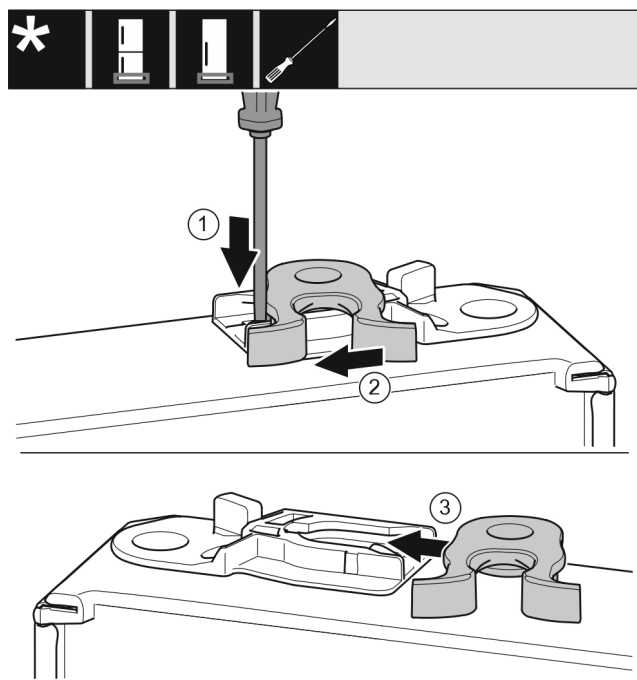

Fig. 23 \*
- Presione hacia atrás la pestaña Fig. 23 (1) con el destornillador de punta ranurada.\*
- Retire el gancho de cierre Fig. 23 (2) de la guía.\*
- Deslice el gancho de cierre Fig. 23 (3) hacia la guía sobre el lado opuesto.\*